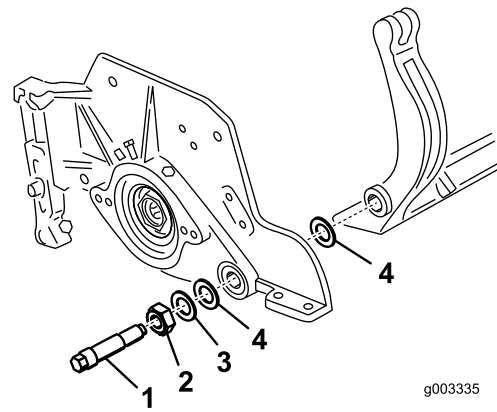

Figura 25
troquelado de cada extremo de la barra de asiento (Figura 25).
3. Coloque una arandela de nylon en cada lado del saliente de la placa lateral. Coloque una arandela de acero por fuera de cada arandela de nylon (Figura 25).